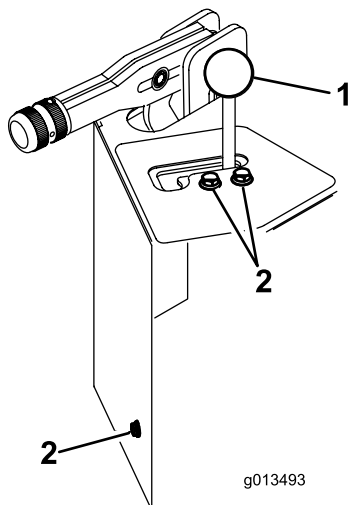

Bild 24
3. Entfernen Sie das Handrad vom Hubhebel (Bild 24).
4. Entfernen Sie die drei Befestigungsschrauben und entfernen Sie die Ventilhaube (Bild 24).